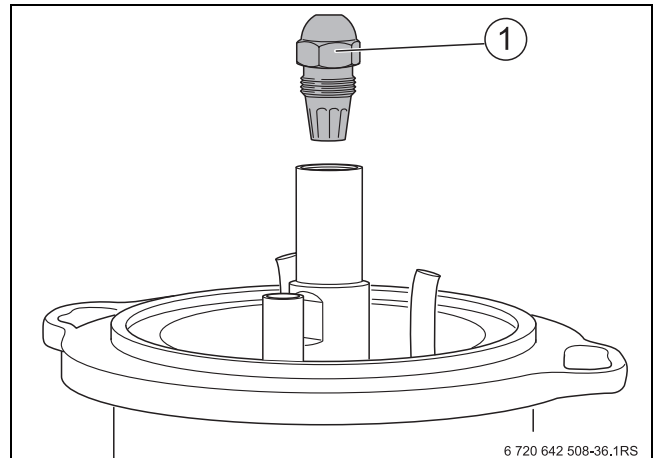

Fig. 51 Sproeier afschroeven
- Sproeier afschroeven (→ Fig. 51, pagina 58).